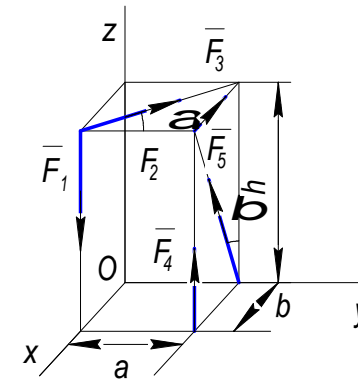

Рис.1.23
1.26. Напишите уравнение суммы моментов всех сил относительно осей OX, OY, OZ (рис.1.23, 1.24)